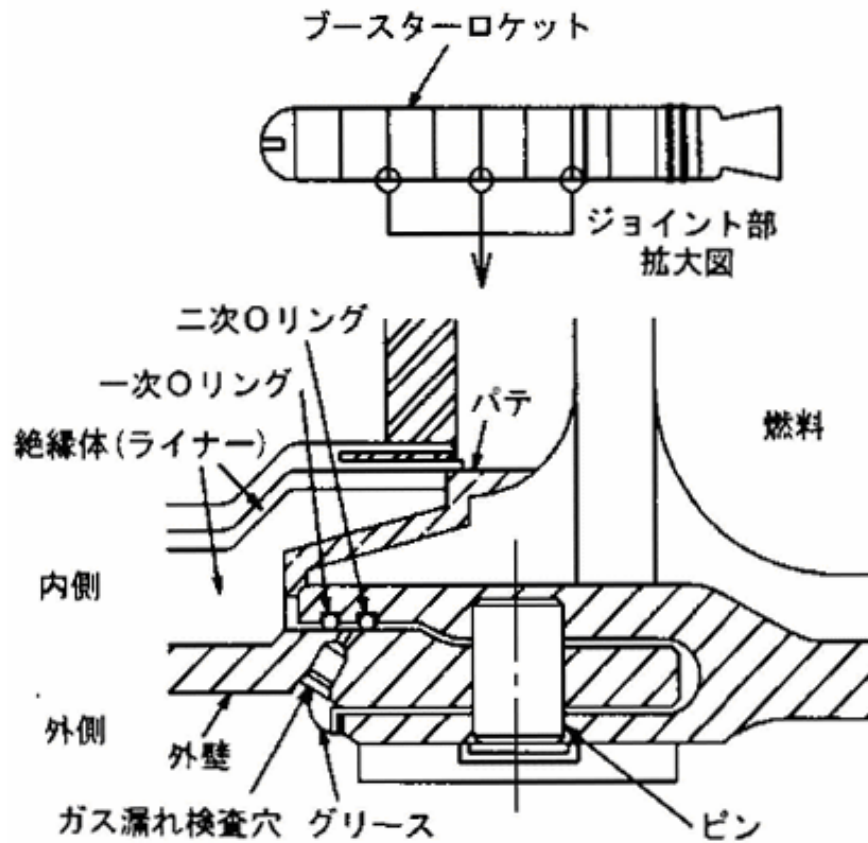

図2 ブースターロケットのジョイント部の構造 [2]
- (1) シャトルを打ち上げるためにシャトル本体についている 2 機のブースターロケットは、打ち上げ現場で組み立てる部分があり、このジョイント部には図 2 に示すようにシールのための Oリングが使われている(太さ 1/4 インチ、直径 12 フィート)。事故の起きた日の打ち上げ時の気温は -1~2 と、それまでの打ち上げの気温に比べて 13~14 ほど低かった。そのため Oリングが硬化して弾性が失われ、シール効果が不十分となり、ガス漏れ検査するための穴から燃料が漏れ、これに炎がロケ